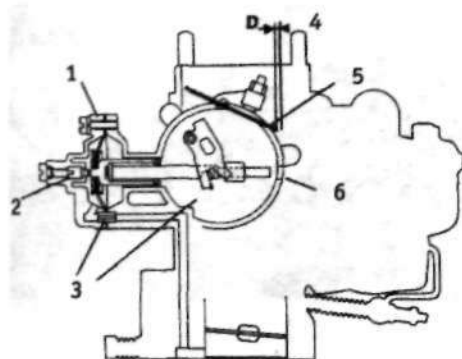

Рис.13.10. Регулирование минимального опускания воздушной заслонки (карбюратор Solex C30 DI 40) (раздел 5):
7. Для того, чтобы отрегулировать минимальное опускание воздушной заслонки (см. рис.13.10), полностью закрыть заслонку и передвинуть тягу мембраны так, чтобы до конца прижать последнюю. Если необходимо, можно вставить винт в специально предназначенное для этого отверстие и передвинуть тягу с помощью винта. За счет перемещения тяги воздушная заслонка приоткрывается на величину "D", которая должна быть равна 3,75-4,25 мм. Если необходимо регулирование, снять пробку и повернуть в нужную сторону винт на краю узла мембраны.